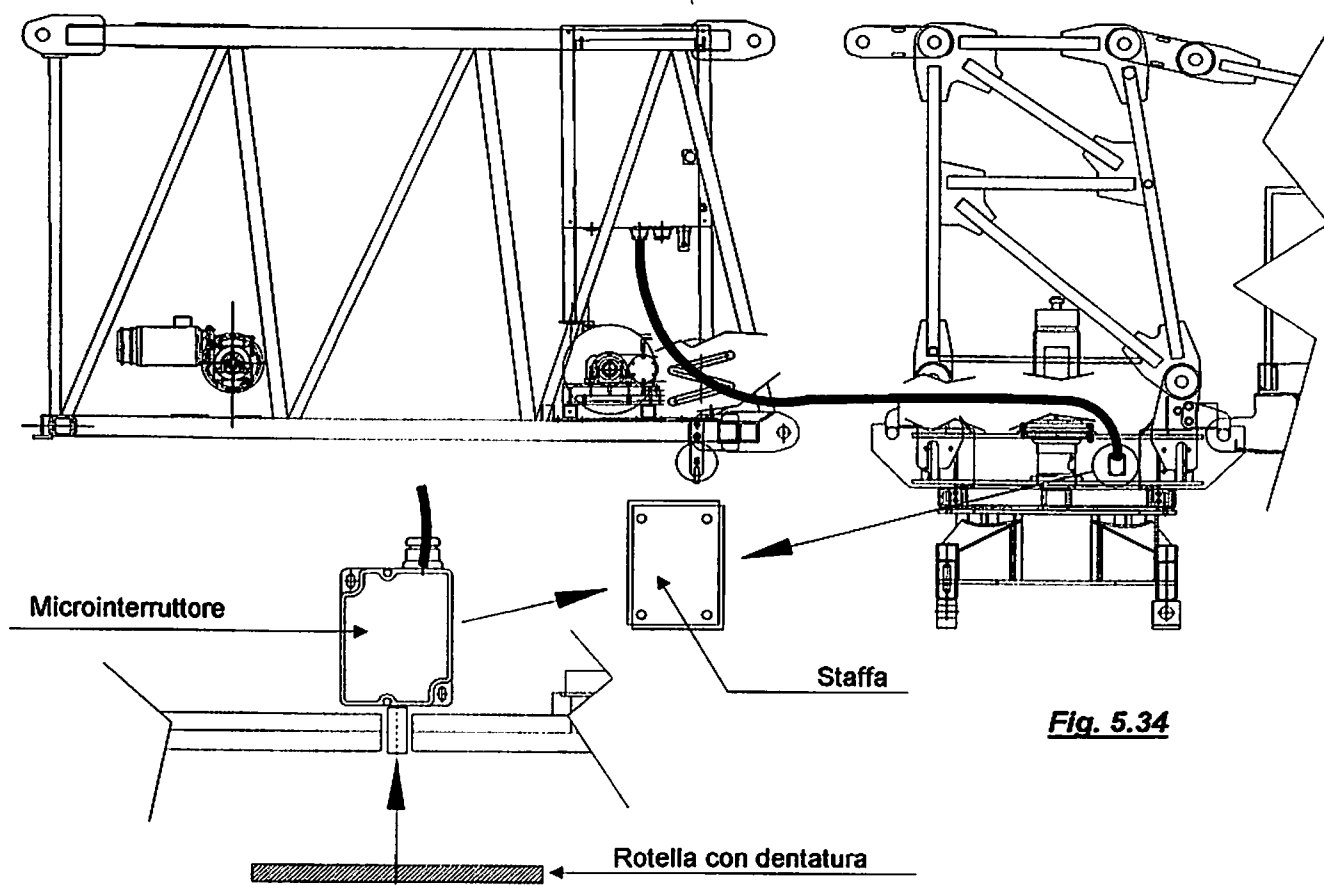

Fig. 5.34
- Collegare il finecorsa di ROTAZIONE. Il cavo corrispondente è posto sull'elemento di braccio 01, poco oltre il quadro elettrico, già cablato al finecorsa di rotazione con pignoncino, individuato al § 1.7.3 - fig. 1.28 - part. 06, da montare sull'apposita staffa saldata al portaralla rotante secondo le indicazioni di Fig. 5.34.